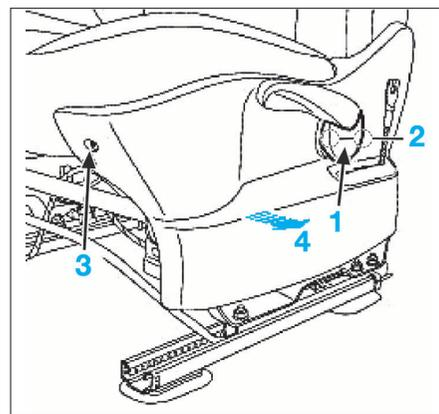

FIG. 21
- le cache (1) de la poignée de réhausse d'assise (Fig.21).